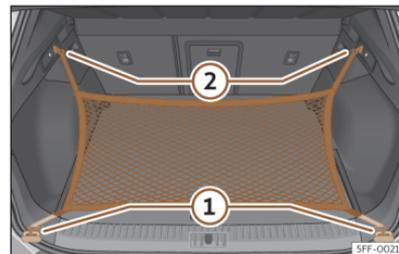

Fig. 181 En el maletero: argollas (1) y ganchos (2) para enganchar la bolsa de red.
- Fije los ganchos cortos de la red en las argollas de amarre >>> **fig. 181** ① >>> ⚠. La cremallera de la bolsa tiene que quedar hacia arriba.
- Fije las cintas en los ganchos para colgar bolsas ②.